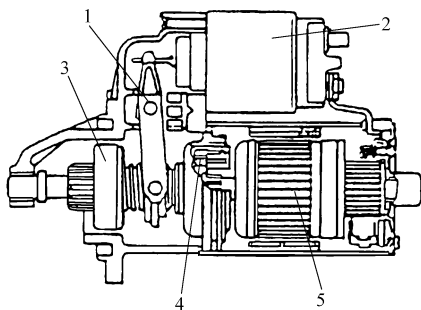
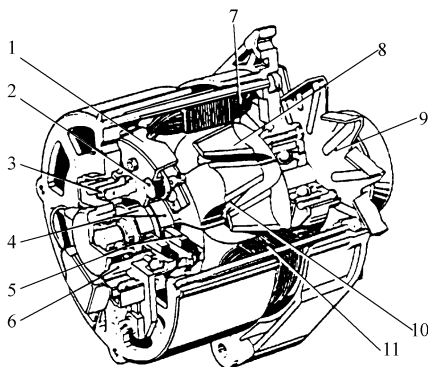

图 4-18
图 4-19
② 用标牌容量的 1.0 %
③ 用标牌容量的 10 %
④ 用标牌容量的 25 %
⑤ 用标牌容量的 50 %
① 两个绕组串联
② 保持绕组与起动机串联，吸合绕组直接接机壳
③ 吸合绕组与起动机串联，保持绕组直接接机壳
④ 两个绕组并联
⑤ 两个绕组串联，但与磁场并联
75. 下列与图 4-18 中编号部件对应名称哪一个是正确的？
① 件 1：拨叉
② 件 2：轴向移动电枢
③ 件 3：行星齿轮减速器
④ 件 4：滚子单向离合器
⑤ 件 5：永久磁铁
76. 下列与图 4-19 中编号部件对应名称哪一个是正确的？
① 件 1：散热板
② 件 2：励磁二极管
③ 件 4：整流子
④ 件 7：励磁绕组
⑤ 件 10：定子绕组